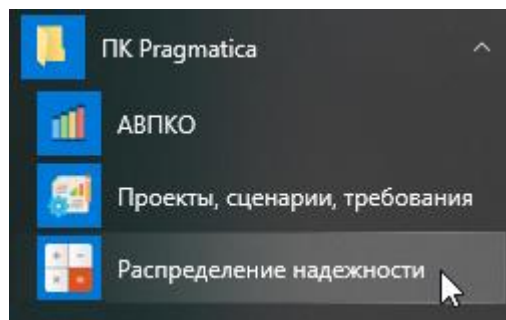

Рисунок 192 – Кнопки для запуска в меню «Пуск» ОС Microsoft Windows
1) В меню «Пуск» ОС Microsoft Windows в папке «ПК Pragmatica» выбрать пункт «Распределение надежности» (рисунок 192), или запустить исполняемый файл «DependabilityAllocation» из папки установки ПК Pragmatica (ОС Microsoft Windows, ОС Astra Linux).